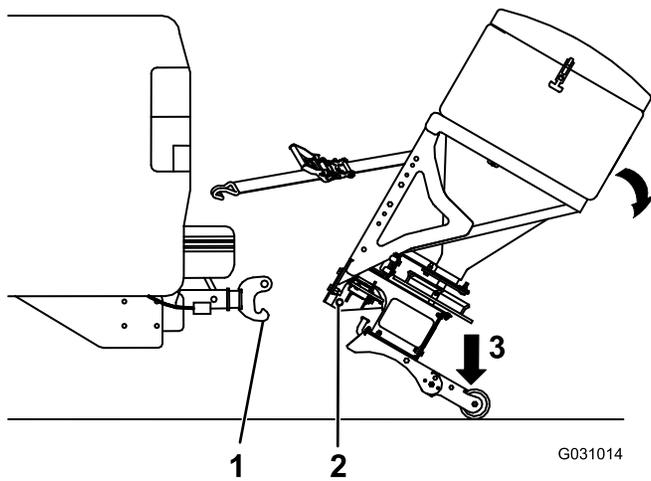

Figure 11
- Empoignez fermement l'épandeur puis mettez le pied sur le pied de support pour le faire pivoter en arrière jusqu'à ce que la goupille inférieure de la fixation RT3 passe le crochet sur le système d'attelage RT3 (Figure 11).